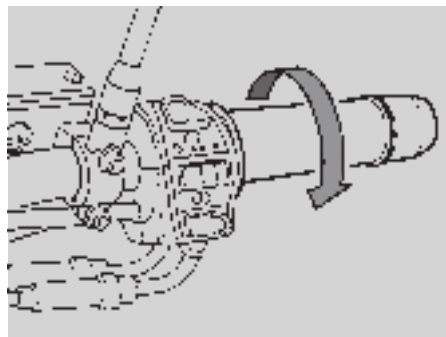

Fig. 22
- ◆ Premere il pulsante "Ⓢ" (2 Fig. 19) per qualche secondo (facendo girare il motore a vuoto) con la manopola acceleratore completamente ruotata (Fig. 22). Se il motore si avvia, rilasciare il pulsante "Ⓢ" e la manopola acceleratore. Nel caso il minimo risulti instabile, agire sulla manopola acceleratore con piccole e frequenti rotazioni. Se il motore non si avvia, attendere 10 secondi ed eseguire nuovamente la procedura di avviamento (pag. 28).
- ◆ Rilasciare dolcemente la leva della frizione e nel contempo aumentare la velocità di rotazione del motore ruotando gradualmente la manopola acceleratore (Fig. 22).